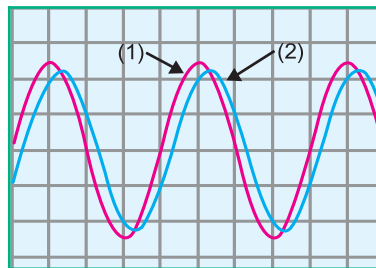

Fig.2b :  $u_E(t)$  et  $u_S(t)$  pour  $N_2 = 500 \text{ Hz}$
- 1°) A l'aide des oscillogrammes des figures 2b et 2c :